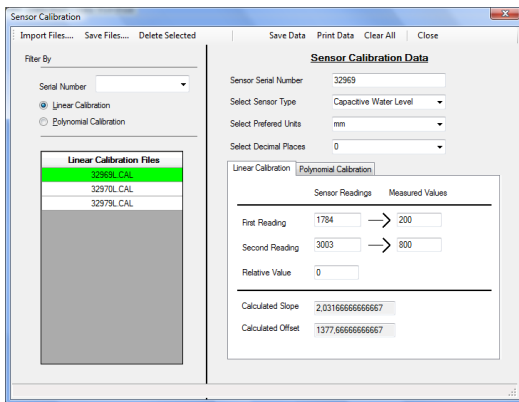

Figura 8. Ventana para configurar los valores de la calibración
3.2.9 Una vez se tengan estos valores, se deben configurar los valores de la calibración en el programa ODYSSEY. En el menú del Programa, en "Logger" haga click en "Set Calibration Data" (Configure los Datos de Calibración). Ver figura 8.